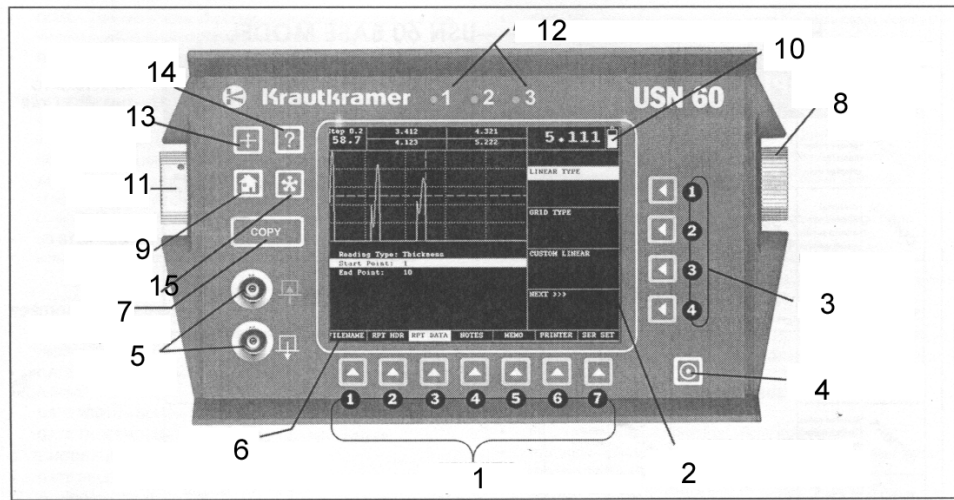

图 1-2 显示键和旋钮的功能
USN60 的设计方便操作者快速进入仪器的所有功能。通过易于操作的菜单系统，只需不超过 3 个键的按压即可进入任何一种功能（如图 1-2）。要进入任何一种功能你只需：
你可以在仪器上找到以下按键和旋钮（如图 1-2）：
**主键** 快速返回主菜单，如图 1-2 所示。